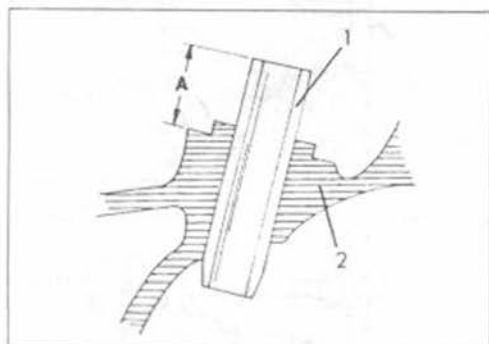

Рис. 48.
Уплотнительное кольцо стержня клапана одеть на направляющую втулку. Обычно для этого используется специальный инструмент, показанный на рис. 48, однако для разбивания можно применить хорошо подогнанный кусок трубы, уплотнительное кольцо при этом не повреждается.
- Уплотнительные кольца стержней клапанов насадить на стержни и направляющие втулки и хорошо надавить на них, как это уже было описано и показано на рис. 48. У DOHC-двигателя